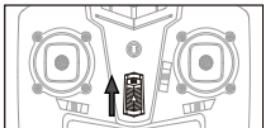

图4
1. 打开遥控器的电源开关（图4），遥控器的指示灯此时为快闪，将左控制杆推到最底位后松手（图5/6），遥控器指示灯变为慢闪。
电机启动后起飞前，再次将左/右控制杆同时向内推至45°角，电机上锁并停止转动。（图4）